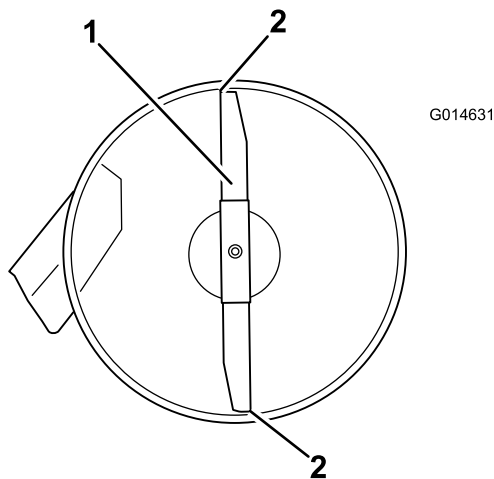

Figure 54
4. Faites pivoter les lames avec précaution pour faire passer les pointes avant à l'arrière (Figure 54).
5. Mesurez la distance entre la pointe de la lame avant et la pointe de la lame arrière par rapport à la surface plane (Figure 54). Si la pointe avant de la lame n'est pas de 1,6 à 7,9 mm plus basse que la pointe arrière, réglez le contre-écrou avant.
8. Une fois le réglage effectué, vérifiez à nouveau l'inclinaison avant/arrière des lames. Poursuivez le réglage de l'écrou jusqu'à ce que la pointe avant de lame soit de 1,6 à 7,9 mm plus basse que la pointe arrière (Figure 54).